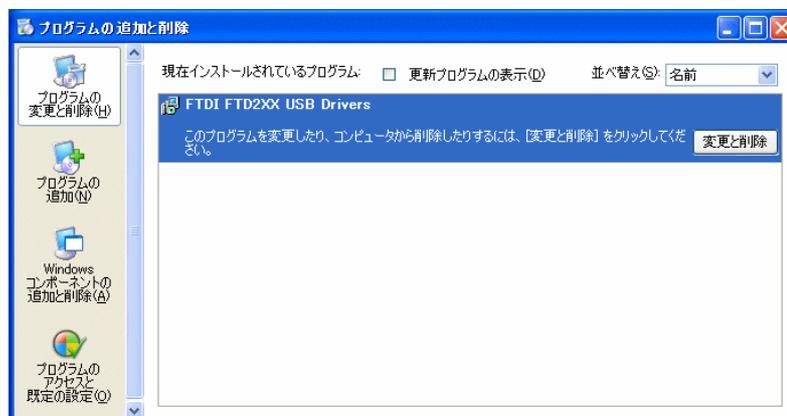

図 19 古いドライバのアンインストール
- 「コントロールパネル」から「アプリケーションの追加と削除」、または「プログラムの追加と削除」を開きます。「FTDI FTD2XX USB Drivers」の項目を選択して削除してください(図 19)。